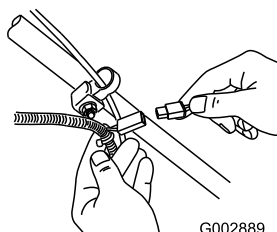

Figura 41
1. Conecte el cargador al arnés de cables del cortacésped, situado debajo de la llave de contacto (Figura 41).